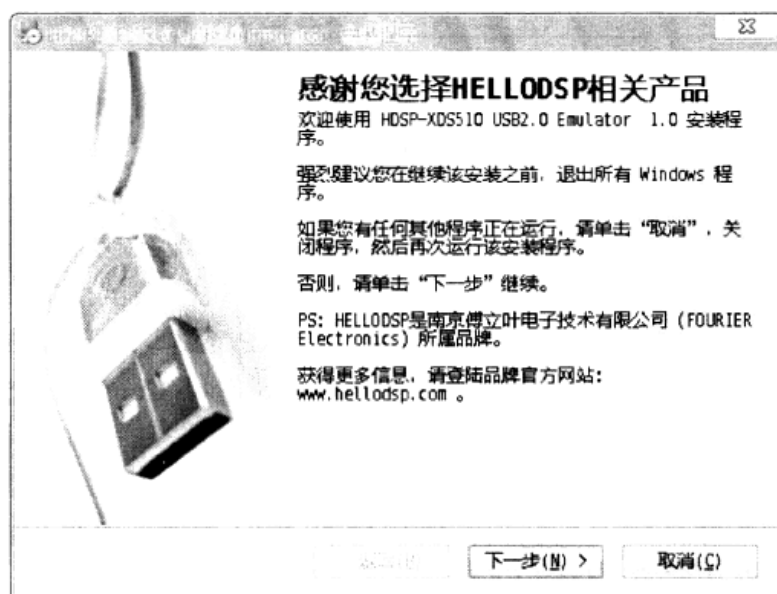

图 1-15 仿真器驱动安装步骤 1
① 首先需要安装仿真器的驱动程序 HDSP-XDS510USB Driver.exe,双击软件安装程序的图标,出现如图 1-15 所示界面。